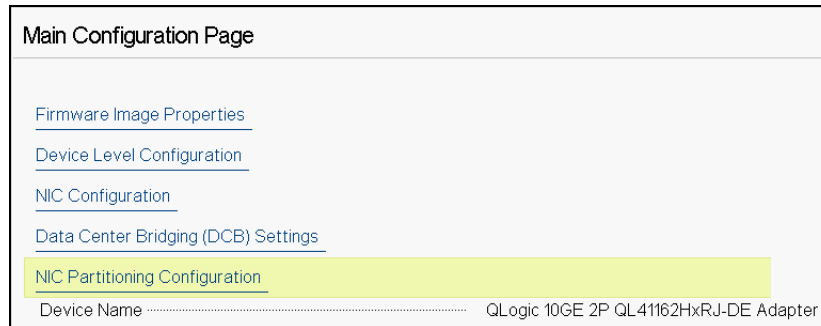

Ilustración 5-4. Main Configuration Page, Setting Partitioning Mode to NPAR (Página de configuración principal, establecer el modo de particionamiento en NPAR)
4. En **Device Level Configuration** (Configuración de nivel del dispositivo), establezca el **Partitioning Mode** (Modo de particionamiento) en **NPAR**, para agregar la opción **NIC Partitioning Configuration** (Configuración del particionamiento NIC) a la Main Configuration Page (Página de configuración principal), tal y como se ve en la Ilustración 5-4.
En la Ilustración 5-3 y la Ilustración 5-4, la Main Configuration Page (Página de configuración principal) muestra lo siguiente: